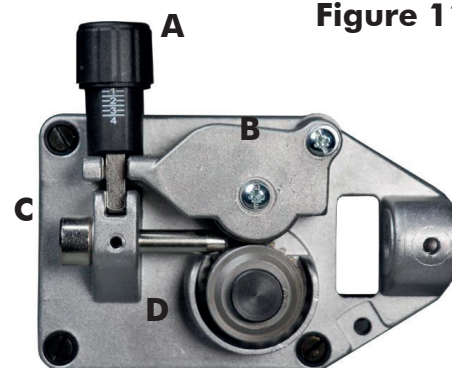

Figure 11
- Desserrer et abaisser le bouton en plastique (A) et relâcher le levier presse-fil (B) (Fig. 11). Extraire les résidus de fil éventuels de la gaine guide-fil (E).
- Relâcher le fil de la bobine et le tenir serré avec une paire de pinces de façon à ce qu'il ne puisse pas se dérouler. Si nécessaire, le redresser avant de l'introduire dans le guide d'entrée (C) du fil y introduire le fil en le faisant passer au-dessus du galet inférieur (D) et dans la gaine guide-fil (E).